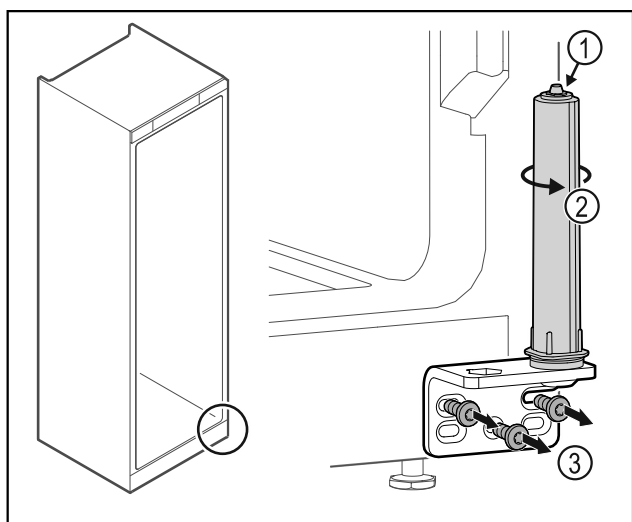

Fig. 33
► Ta inte isär dörrlåssystemet Fig. 33 (1).
- Vrid låssystemet Fig. 33 (2) tills det klickar.
- Skruva av gångjärnsfästet Fig. 33 (3).